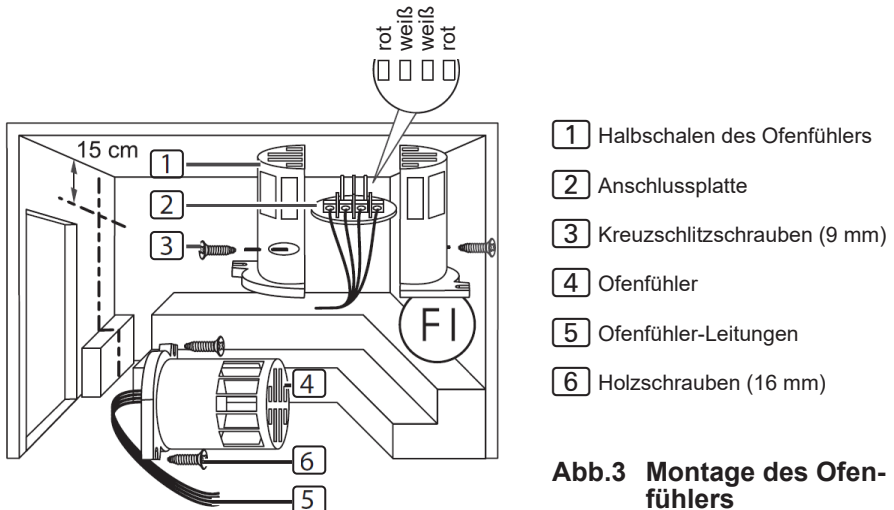

Abb.3 Montage des Ofenfühlers
Zur Montage des Ofenfühlers führen Sie folgende Schritte durch (siehe **Abb.3**):
3. Klemmen Sie die vier Anschlüsse der Ofenfühler-Leitung **5** gemäß der **Abb.3** an.
4. Legen Sie die Anschlussplatte **2** quer (wie in **Abb.3** gezeigt) in die Halbschalen des Ofenfühlers.